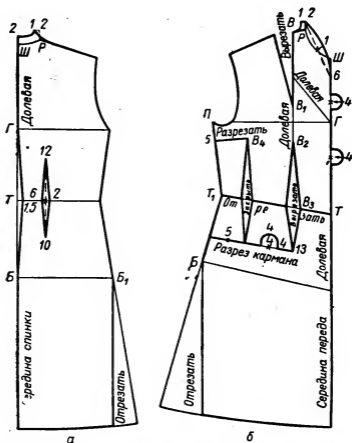

Рис. 319. Нанесение линий фасона комбинированного платья со вставкой:
**С п и н к а.** Для построения воротника стойки от точки Ш вверх проводят вертикальную линию и на ней откладывают 2 см (рис. 319, а).
Полочка а. Для построения воротника стойка от точки Р вверх проводят вертикальную пунктирную линию (рис. 319, б) и на ней откладывают 2 см, от точки 2 влево под прямым углом откладывают 1 см, от точки 1 вычерчивают вогнутую линию плеча стойки.
Для определения длины подреза кармана от точки В3 вниз по линии вытачки откладывают 13 см, от точки 13 влево проводят горизонтальную линию параллельно линии талии, затем от точки 13 влево по этой линии откладывают 4 см. От точки 4 влево еще откладывают 4 см, по точкам 4 вычерчивают клапан с высотой в 4 см, как показано на рис. 319, б. Разрез кармана в платье не доходит до линии бока на 5 см.